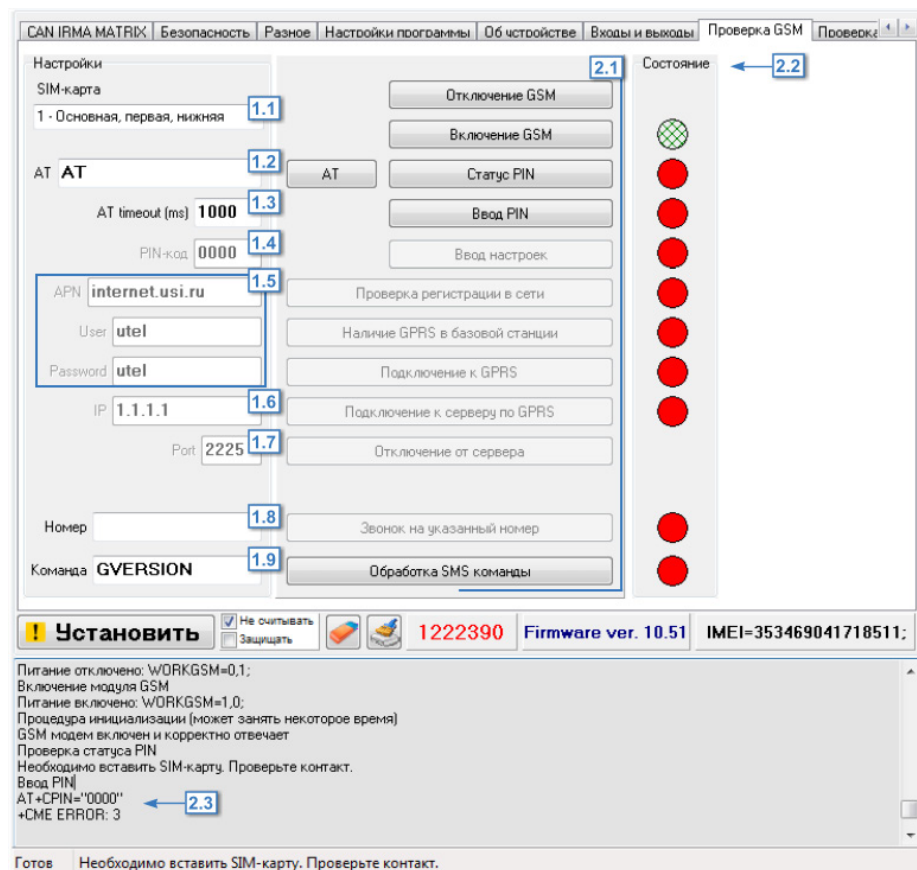

Рис.79. Вкладка Контроль. Проверка GSM.
**2. Проверка GSM модема прибора.** Перед началом проверки модема необходимо выбрать SIM-карту, с которой будет проверяться модем (Рис.79, п. 1.1).
Для проверки модема нажимайте кнопки с командами (Рис.79, п. 2.1) в порядке их расположения. Обработка каждой команды занимает некоторое время. Состояние обработки команды можно отслеживать при помощи индикаторов состояния (Рис.79, п. 2.2) и в строке состояния (Рис.79, п. 2.3).
14. Выполните звонок на указанный в поле 1.8 (Рис.79) номер (кнопка Звонок на указанный номер). При голосовом вызове светодиод «GSM» горит постоянно.
15. Проверьте работу модема с SMS командами. Введите команду в поле 1.9 (Рис.79) и нажмите кнопку «Обработка SMS команд».